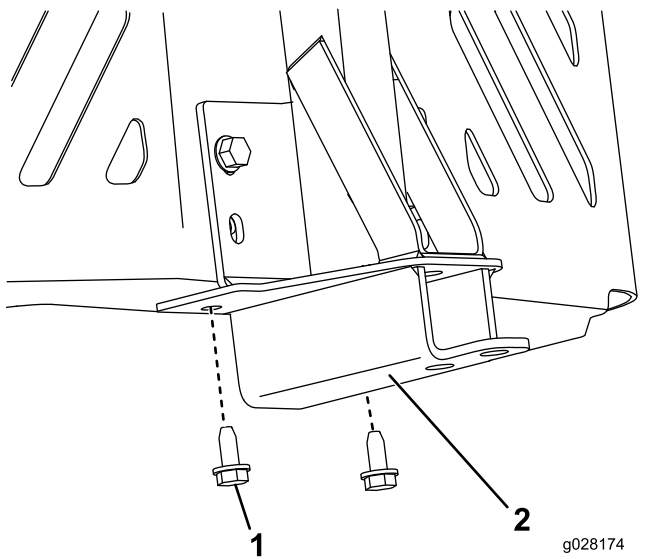

Bild 12
3. Befestigen Sie den Drehrahmen mit zwei Blechschauben (5/16" x 3/4") an der Unterseite des Maschinenrahmens, wie in **Bild 12** abgebildet.